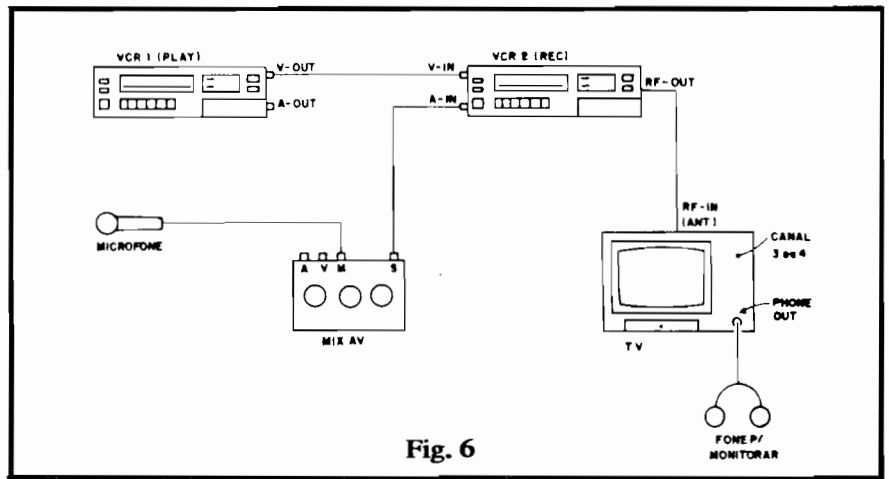

Fig. 6
- **FIG. 6** - Substituição da trilha sonora original de uma fita de vídeo, por narração via microfone. **EQUIPAMENTO NECESSÁRIO:** (além do MIX-AV) dois VCRs, um microfone (de preferência dinâmico), um TV (p/monitorar) e um fone de ouvido (opcional, p/monitorar). **PROCEDIMENTO:** o equipamento deve ser interligado, usando-se os cabos próprios, da maneira mostrada no esquema. NO VCR 1 deve ser colocada a fita original, e no VCR 2 a fita "virgem", a ser editada com a nova trilha sonora. Observar que a Saída de Áudio do VCR 1 fica sem ligação. Para monitorar o vídeo, colocar o TV no canal 3-4 (aquele normalmente usado com o VCR, na sua localidade). Um fone de ouvido, ligado ao **phone out** do TV, permitirá ao narrador monitorar a sua própria voz, o nível da narração, etc. Não é recomendável fazer a monitoração do Áudio pelo próprio alto-falante do TV, já que, nesse caso, será praticamente inevitável a ocorrência de realimentação acústica (microfonia). Numa escala de 1 a 10, o ajuste recomendado, tipicamente, no controle individual de MICROFONE do MIX-AV, fica em torno de 8 (de 6 a 10, dependendo do tipo de microfone utilizado). O VCR 1 é ligado na função **play** (fita pré-
- Em todos os casos/exemplos mostrados nas figs. 6 a 9, nada impede que o **tape deck** seja substituído por um módulo de toca-discos, ou por um **CD player** (desde que tais módulos tenham uma saída tipo "line" ou auxiliar, da qual possa o sinal ser "puxado" para a entrada "A" do MIX-AV. Outra possibilidade: a entrada de microfone "M" do MIX-AV é **compatível** com a conexão direta de muitos instrumentos musicais eletrificados (guitarras, violões elétricos, por exemplo...). Assim, quem quiser introduzir "música ao vivo" nas edições, poderá fazê-lo com facilidade! É só acertar o nível, a partir de alguns testes prévios, muito simples...
- Observem que, no caso de inserção de narração, pura e simples (exemplo básico na fig. 6), com certa organização e cronometragem, é possível preparar-se uma fita de áudio com **toda a trilha** pretendida, para posterior sobreposição usando o MIX-AV. Outra interessante possibilidade (às vezes gerando engraçadíssimos resultados) é a chamada **dublagem** de áudio, ou seja: pega-se uma fita original, "master" de vídeo, filmada por exemplo numa reunião familiar e se edita no sentido de **modificar** o que as pessoas estão originalmente dizendo! Nesse caso, convém fazer as coisas por trechos ou segmentos, "decorando" bem, antes, os tempos de cada "fala", para um resultado convincente! Podem surgir ideias fantásticas... Enfim: o MIX-AV é uma "ferramenta" utilíssima e multi-aproveitável, desde para simples brincadeiras, até para atividades altamente profissionais (caso dos **videomarkers** de eventos, que prestam serviços de filmagens em festas, formaturas, casamentos, etc.).
Nos diagramas de interligações até agora mostrados e exemplificados, as conexões entre os módulos foi mostrada de maneira simplificada (figs. 6 a 9), para não "embananar" a visualização. É importante, contudo, que o Leitor/Hobbysta tenha uma exata noção, nos painéis de conexões dos aparelhos (VCR, TV, **tape deck**, etc.) de **cada** jaque ou ponto de conexão, bem como de **qual tipo** de cabo deve ser utilizado em cada ligação. As informações a seguir referem-se, justamente, a tais importantes identificações, detalhadas